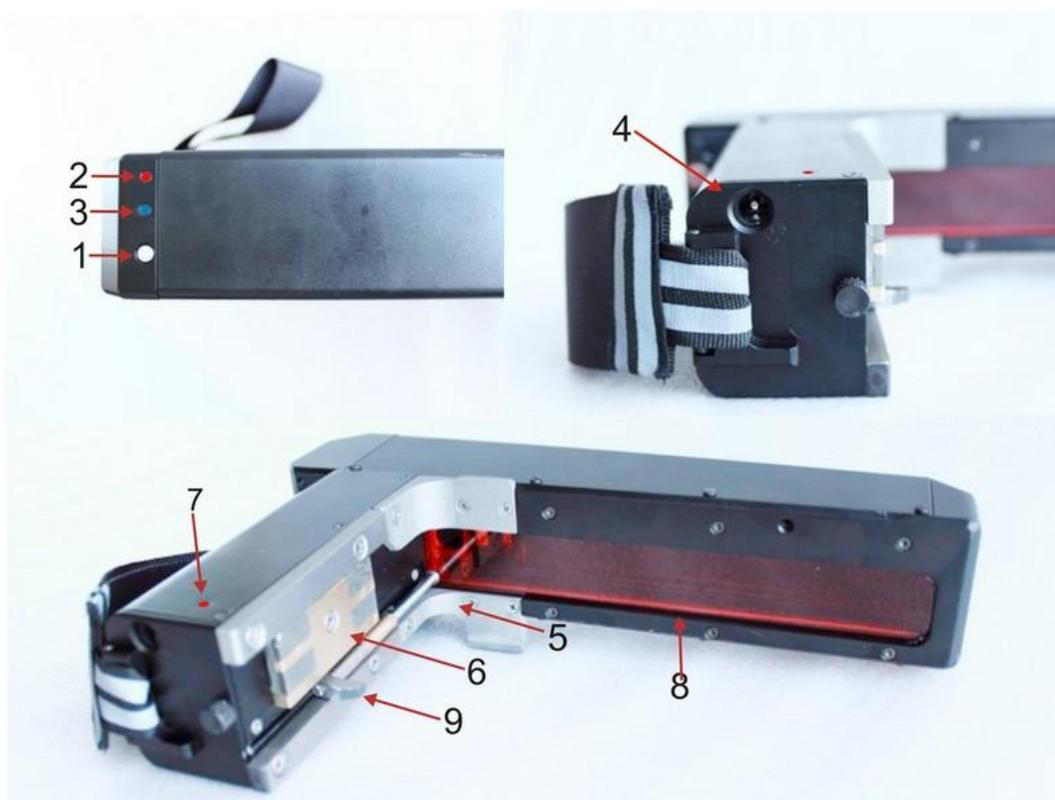

Рисунок 2
- Включить лазерный модуль, нажав и удерживая кнопку (1), рисунок 2, несколько секунд. При включении лазерного модуля мигает красный светодиод (2).
- После включения лазерного модуля в течение некоторого времени производится автоматическая установка беспроводной связи между модулем и КПК, что сопровождается миганием синего светодиода (3) на лазерном модуле. После установки связи светодиод гаснет.